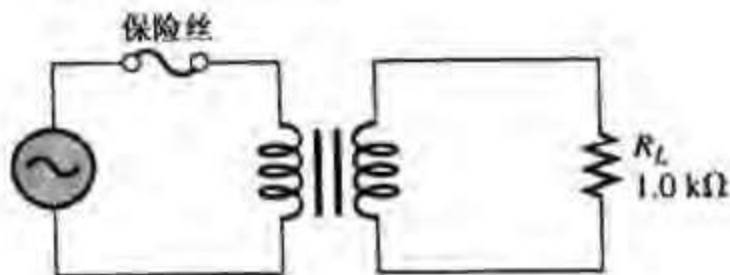

图 15.47
15. 图 15.47 中,要使初级回路的反映电阻值为 300 Ω,变压器匝数比应为多少?